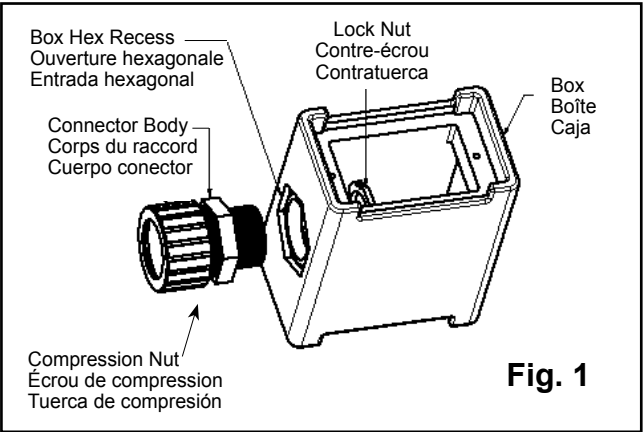

Fig. 1
- Position Cord Connector Body Hex to Box Hex recess; install Cord Connector Body onto Box (See Fig. 1). Coupling Lock Nut must be wrench tight – ¼ turn beyond hand tight (see Fig. 1 and 2).
- Positionner le raccord de cordon hexagonal dans l'ouverture hexagonale de la boîte; fixer le raccord à la boîte (consulter la Fig. 1). Serrer le contre-écrou à l'aide d'une clé – ¼ tour au-delà du serrage à la main (consulter les Fig. 1 et 2).
- Posicionar el hexágono del cuerpo del conector de cable en la entrada hexagonal de la caja; instalar el cuerpo del conector de cable en la caja (Ver Fig. 1). La contratuercia debe ser apretada con una llave a ¼ de giro más allá del apriete manual (Ver Fig. 1 y 2).